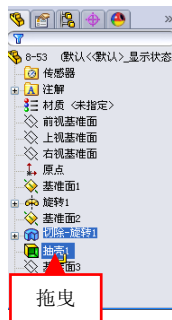

图 8-55 拖曳鼠标
(3) 单击鼠标左键，并拖曳至【抽壳 1】选项下方，如图 8-55 所示。